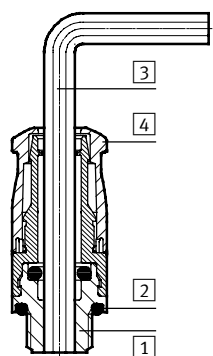

Figure 1
- 1) Visser l'embout fileté [1] avec la bague d'étanchéité [2] sur la partie correspondante et appliquer le couple de serrage adéquat. Particularité de la version droite NPKA-D : Insérer une clef à six pans creux [3] en faisant passer le côté long à travers la douille, [4] et en l'enfonçant complètement dans le raccord encliquetable. Utiliser toute la surface de contact des six pans creux (→ Fig. 1).